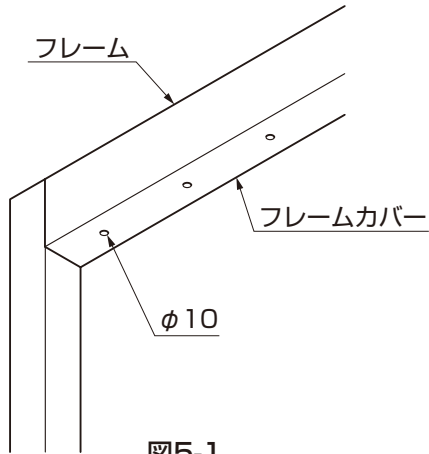

図5-1
①φ10の穴をフレームカバーにあけてください。(図5-1参照)